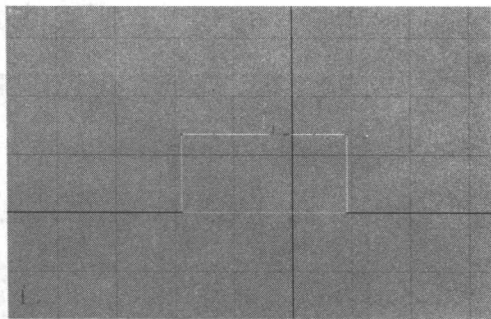

图 1-2-13 编辑节点
(4) 在修改器面板中, 将编辑模式切换为 **点** 编辑模式, 在前视图中选择最上面的几个点, 将其在 Y 轴方向上垂直向下移动, 使其和第二排节点重合。如图 1-2-13 所示。